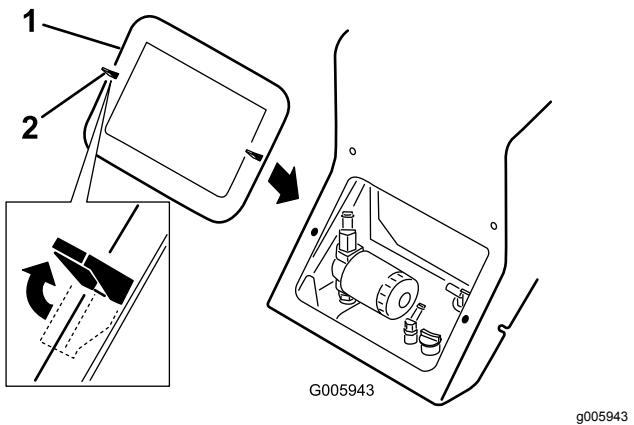

Bild 24
4. Lösen Sie die zwei Blockierzangen (Bild 24 oben, linke Zunge ist abgebildet).